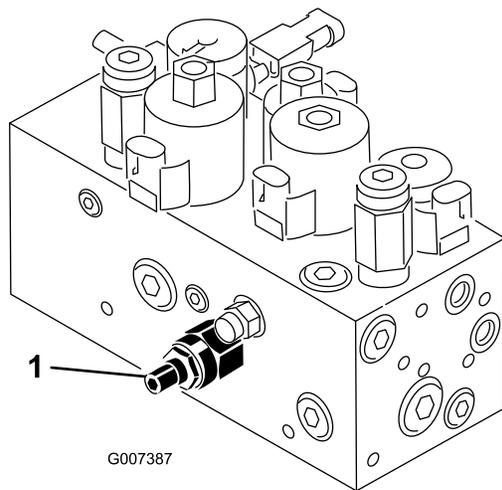

Figura 55
El circuito de elevación/bajada de la unidad de corte está equipado con una válvula de control de flujo (Figura 55). Esta válvula viene ajustada de fábrica, con una abertura de aproximadamente 3 vueltas, pero es posible que sea necesario ajustarla para compensar diferencias en la temperatura del aceite hidráulico, velocidad de siega, etc. Si es necesario ajustarla, proceda de la manera siguiente:
1. Levante el asiento y localice la válvula de control de flujo del bastidor de tiro central (Figura 55), situada en el lateral del colector hidráulico.